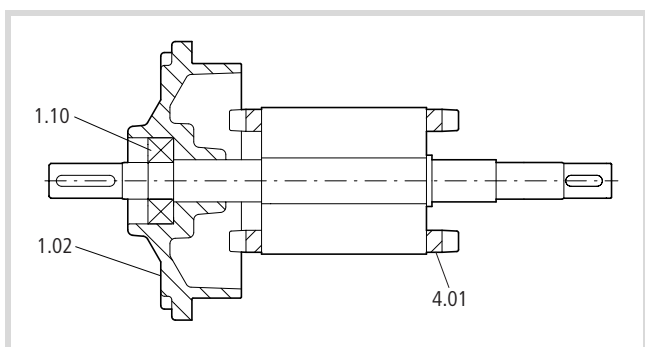

Figure 27 : Rotor (4.01) avec roulement AV (1.10) et flasque AV (1.02)
- ① Manchon de montage
- ② Appui arrière
**Toutes les autres exécutions (→ fig. 27)**